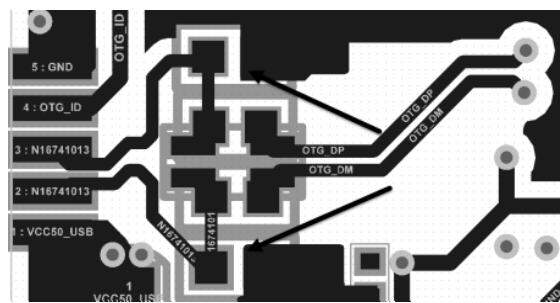

图 15-33 USB OTG ESD 元件的处理
- (1) USB 差分走线越短越好，综合布局及结构进行调整。
- (2) DP/DM 90 欧姆差分走线，严格遵循差分走线规则，对内误差满足 5mil。
- (3) 为抑制电磁辐射，USB 建议在内层走线，并保证走线参考面是一个连续完整的参考面，不被分割，否则会造成差分线阻抗的不连续，并增大外部噪声对差分线的影响。空间充足的情况下进行包地处理。同时，尽量减少换层过孔，因为过孔会造成线路阻抗的不连续，实在需要的时候建议在打孔换层处放置地过孔。
- (4) ESD 保护元件、共模电感和大电容在布局时应尽可能靠近 USB 接口摆放，走线先经过 ESD 元件及共模电感之后再进入接口，如图 15-33 所示。